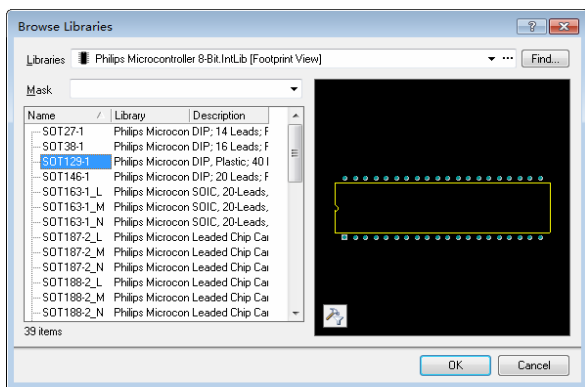
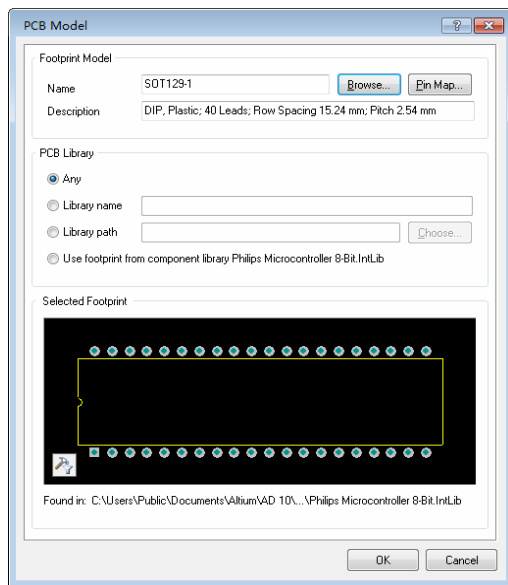

图 4-22 Browse Libraries 对话框
图 4-23 PCB Model 对话框
(2) 单击 Models 区域的 Add 按钮右侧的下三角箭头, 在弹出的菜单中选择 Footprint, 打开 PCB Model 对话框。
(3) 单击 PCB Model 对话框中的 Browse 按钮, 打开 Browse Libraries 对话框, 如图 4-22 所示,
(4) 在封装列表中选择 SOT129-1，如图 4-22 所示，单击 OK 按钮返回 PCB Model 对话框，可以看到对话框下部显示该封装的预览图，如图 4-23 所示，这表明该封装已经被成功找到。